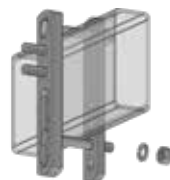

Figure 9
2. Insérez le deuxième boulon de $\frac{3}{8}$ po x $3\frac{1}{4}$ po à travers le trou ouvert situé le plus près du fond du châssis de la remorque. (Figure 9)